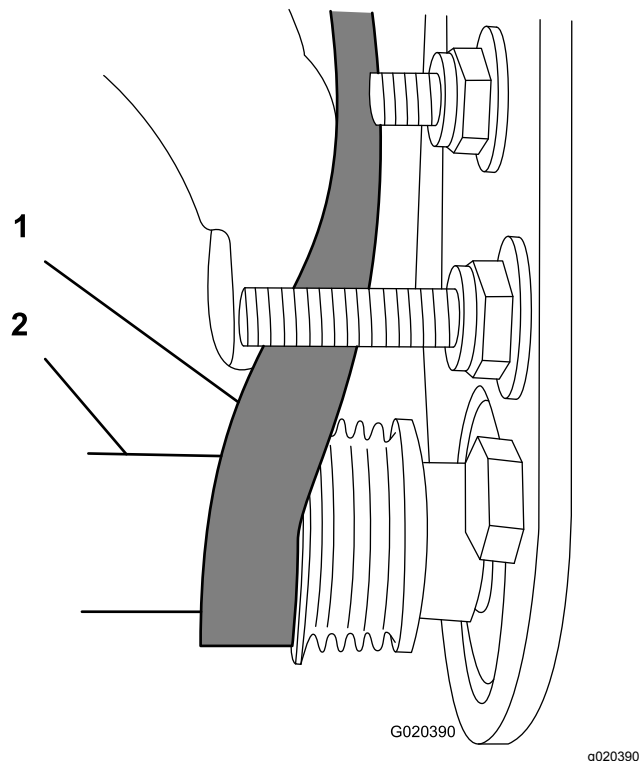

図 17
- 受動プーリからベルトを掛け始める 図 17。
- 深穴ソケット 9/16" を使って、ブラシアセンブリを回転させながら、ベルトを受動プーリに掛けまわす 図 17。